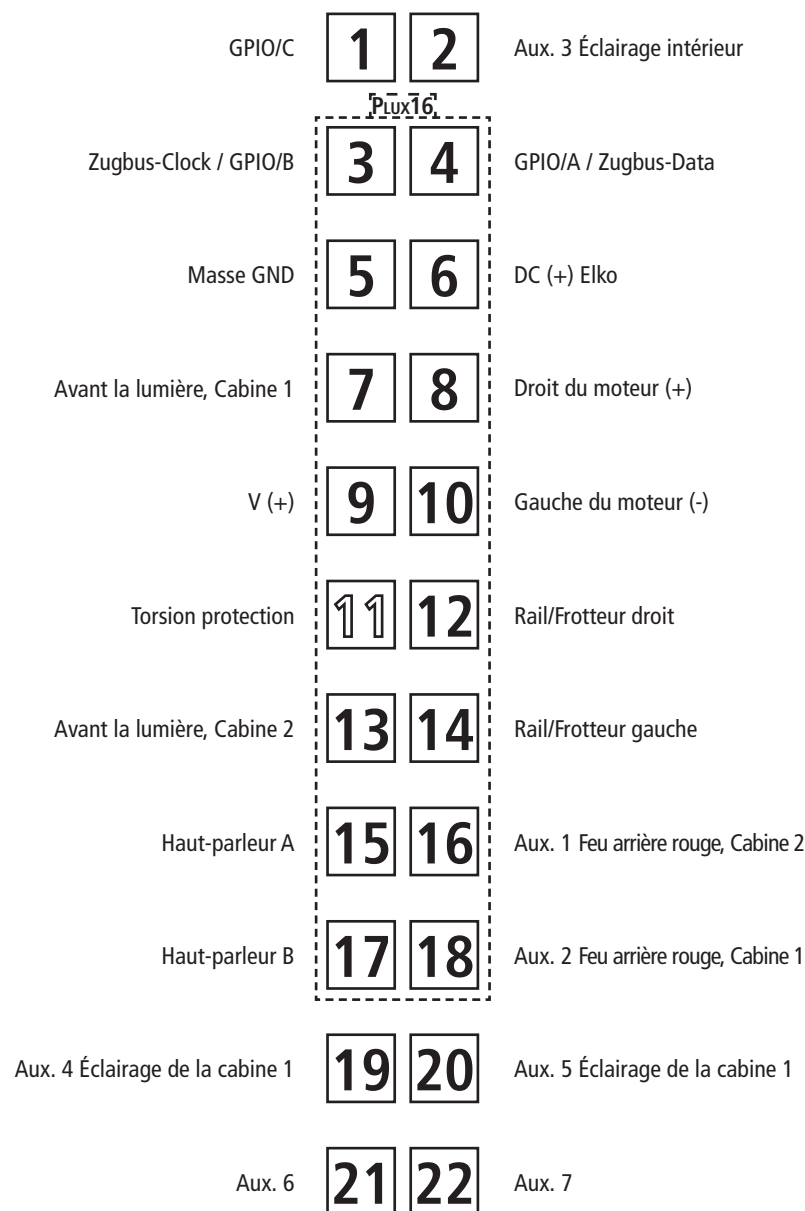
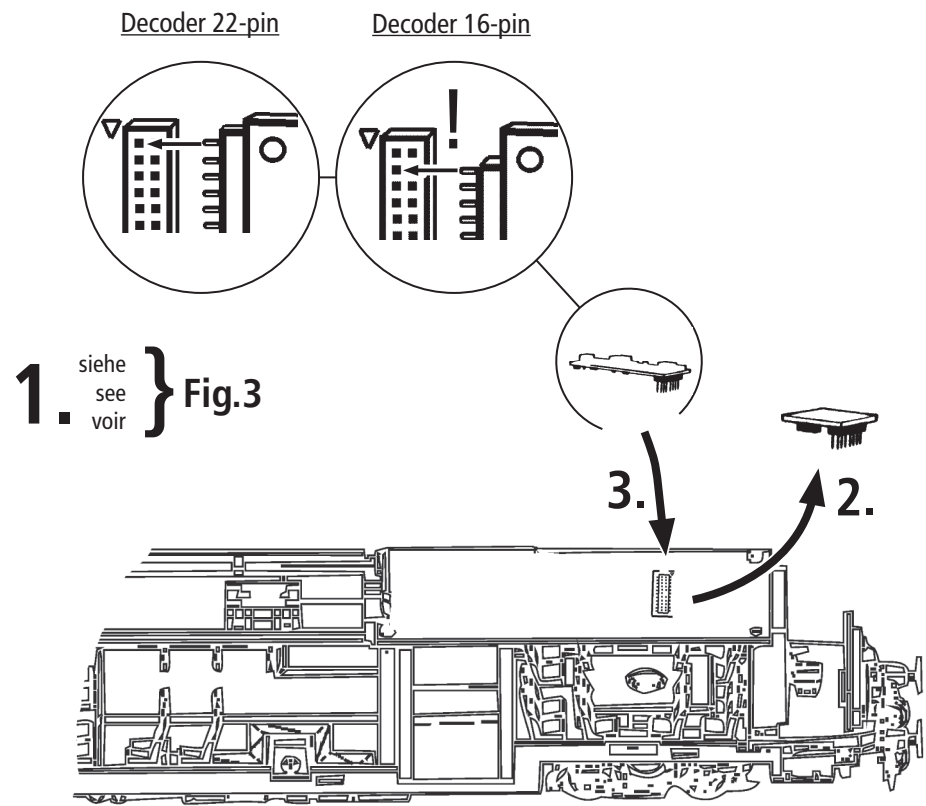
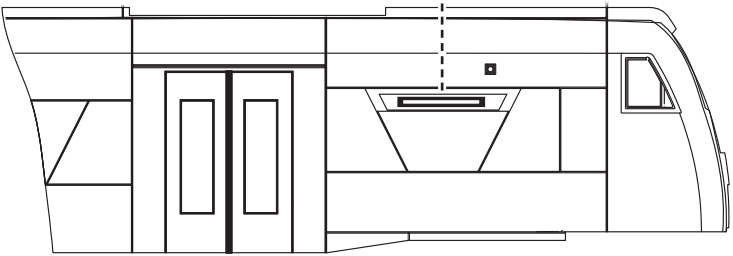

Fig. 4
Fig. 5
Fig. 3
2. Schmierung: Versehen Sie die im Schmierplan in Fig. 5 gekennzeichneten Stellen mit nur **kleinen Öltropfen**. Dazu zuerst das Lokgehäuse abnehmen (Fig. 3). Wir empfehlen den **ROCO Öler Art.-Nr. 10906**. Fürs Schmieren der Getriebeteile (Zahnräder, Schnecke) empfehlen wir das **ROCO-Spezialfett Art.-Nr. 10905**. Im Falle der Schmierung diese Teile **nicht ölen**.
Mehrzugbetrieb: Zuerst Lokgehäuse abnehmen (Fig. 3). Danach den Brückenstecker aus der Schnittstelle entfernen (diesen sorgsam aufbewahren). Danach den Stecker des Steuerbausteins lagerichtig einsetzen (siehe Fig. 4).
2. Lubrication: Apply **tiny oil drops** to spots marked in fig. 5. Prior to lubrication dismantle locomotive (fig. 3). We recommend using item no. **10906, Roco oiler**. For lubrication the gearparts (e.g. cogwheels, worm) we would recommend our Roco **special grease** (item no. **10905**).
Running in digital mode: Remove the jumper from the interface. Finally put the plug of the chip into the interface as shown in fig. 4.
2. Graissage: N'appliquez **qu'une tout petite goutte** aux endroits indiqués par le plan de graissage (fig. 5) après avoir démonté la caisse de la locomotive (fig. 3). Nous vous recommandons **le graisseur à huile Roco réf. 10906**. Pour graisser les engrenages (roues dentées, vis sans fin) nous vous conseillons la **graisse spéciale Roco réf. 10905** pour engrenages en matières synthétiques. Lorsque vous utilisez cette graisse il faut éviter d'huiler ces composants.
Exploitation en télécommande muti-trains: Enlevez la fiche de shuntage de l'interface (à conserver!) et enfichez finalement la fiche du module de télécommande aux prises de l'interface. Veuillez à la position correcte de la fiche (voir fig. 4).